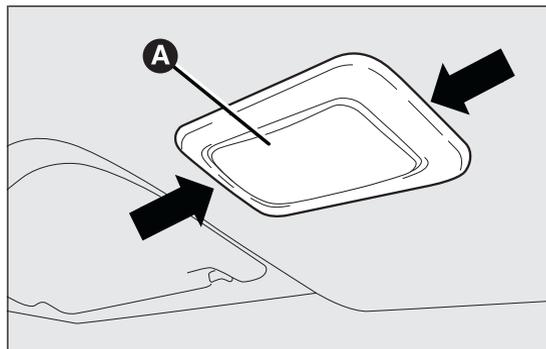

fig. 154
- estrarre la plafoniera A fig. 154 agendo nei punti indicato dalla frecce;